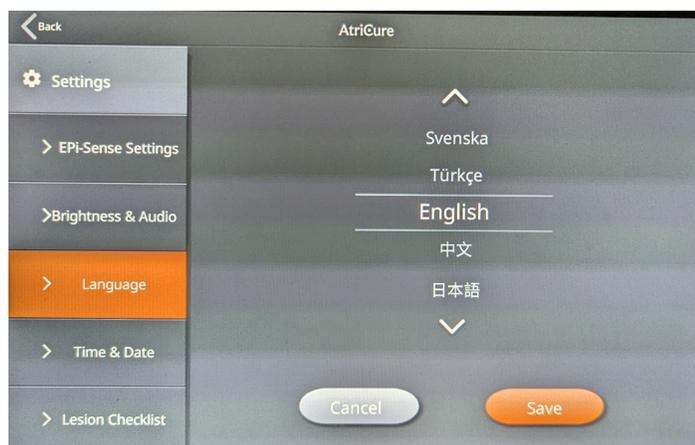

Рис. 7. Экран выбора языков
3. Чтобы включить подачу РЧ-энергии, нажмите и удерживайте кнопку включения РЧ-энергии (рис. 7) на сенсорном экране или нажмите и удерживайте педальный переключатель.
6. Чтобы прекратить подачу РЧ-энергии, отпустите кнопку включения РЧ-энергии (рис. 7) на сенсорном экране ИЛИ отпустите педальный переключатель.